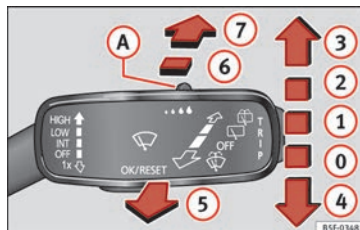

Fig. 140 La palanca del limpiaparabrisas.
– Si sólo desea limpiar el parabrisas **brevemente** desplace la palanca hacia abajo hasta la posición **4** » fig. 140.
– Mueva la palanca hacia arriba hasta la posición **1** » fig. 140.
– Mueva la palanca hacia arriba hasta la posición **2** » fig. 140.
– Mueva la palanca hacia arriba hasta la posición **3** » fig. 140.
– Tire de la palanca hacia el volante, posición **5** » fig. 140, el lavaparabrisas y los limpiaparabrisas funcionan.
– Presione la palanca hacia delante hasta la posición **6** » fig. 140, el limpiacristales se acciona en intervalos de 6 segundos.
– Presione la palanca completamente hacia delante hasta la posición **7** » fig. 140, el limpiacristales y el lavaluneta funcionan simultáneamente.
– Mueva la palanca hasta la posición **0** » fig. 140.
Si están encendidas las luces de cruce o de carretera y mueve la palanca a la posición **5** » **fig. 140**, se accionan brevemente los lavafaros. Los lavafaros se accionan también cada 10 veces que se accione el lavaparabrisas.